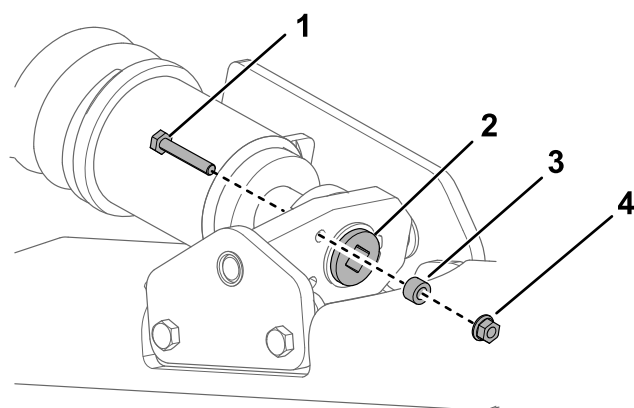

**Figura 55**
**Importante:** Asegúrese de limpiar completamente las ruedas de rodaje, la rueda delantera y el piñón de arrastre (Figura 55). Las ruedas de rodaje deben rodar libremente cuando están limpias.